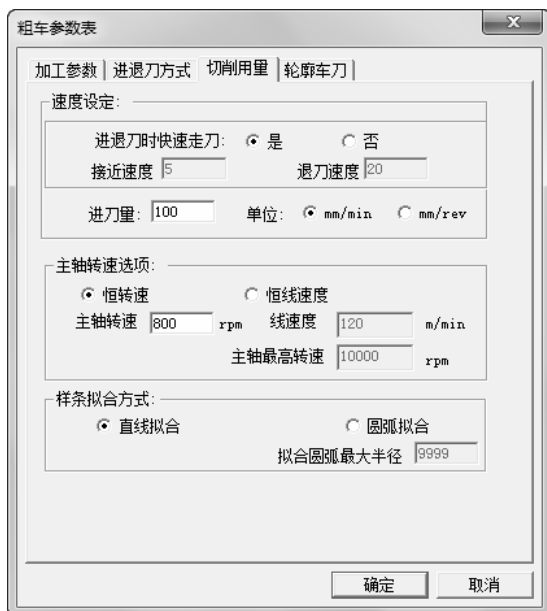

图 6-119 端面粗车切削用量参数设定
3) 单击“切削用量”选项卡，如图 6-119 所示。设置切削用量具体参数如下：进退刀时快速走刀：是；进刀量：100，单位 mm/min；主轴转速选项：恒转速；主轴转速：800；样条拟合方式：直线拟合。